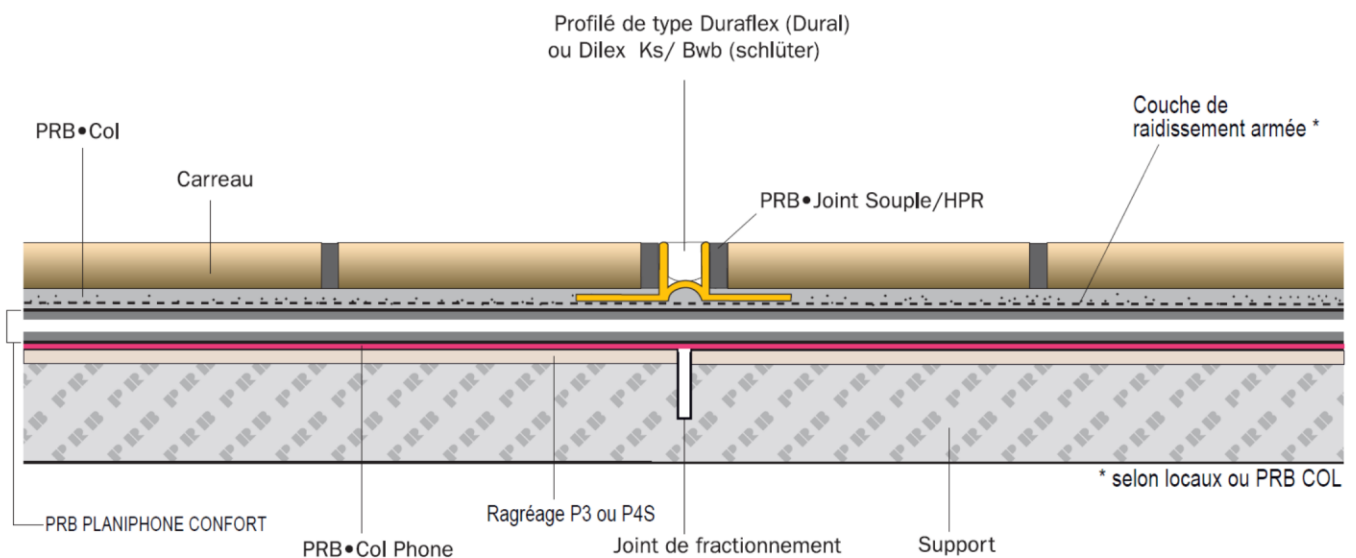

Figure 9 – Traitement des joints de fractionnement du support
2.4.4.5. Joints de fractionnement du support (cf. figure 9)
2.4.4.6. Joints de fractionnement du carrelage (cf. figure 9)